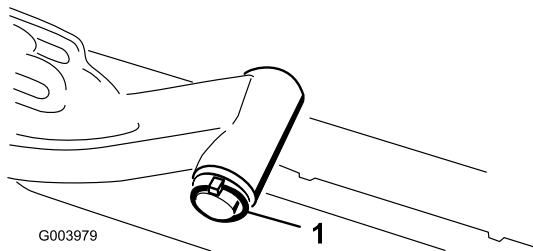

図 8
- A. 昇降アームピボットのシャフトを昇降アームに固定しているリンチピンとワッシャを外し、昇降アームからピボットのシャフトを抜き出す(図 8)。
- C. 昇降アームのシャフトを昇降アームに通して、ワッシャとリンチピンで固定する(図 8)。